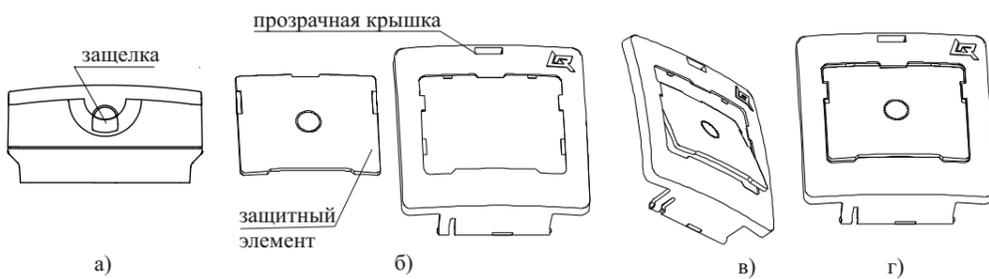

Рисунок 6
6.10 Для установки защитного элемента необходимо открыть прозрачную крышку, поддев защелку в верхней части корпуса острым предметом (Рисунок 6 а). Далее прозрачная крышка показана отдельно от корпуса (снимать крышку с корпуса УДП не следует). Защитный элемент в положении, показанном на рисунке 6 б), ввести верхней кромкой в середину выреза прозрачной крышки (Рисунок 6 в) и, повернув, совмещая плоскости, защелкнуть нажатием на кромки защитного элемента. (Рисунок 6 г).